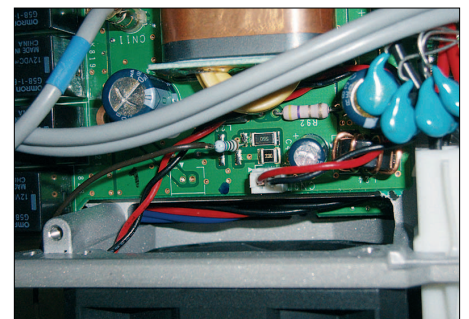

Bild 5: Lüftervorwiderstände mit stehend montiertem 75-Ω-Widerstand
Da dem Gerät kein Schaltplan beiliegt, beschreibe ich die Modifikation anhand Bild 5. Es zeigt die zwei SMD-Widerstände, die zur Drehzahlbegrenzung der zwei Lüfterstufen dienen und sich auf der Unterseite des Gerätes direkt hinter dem Lüfter befinden – mit der Zahl 560 bzw. 330 beschriftet. Glücklicherweise befinden sich direkt neben den Widerständen zwei freie Lötspots auf der Leiterplatte. An dem Lötspot des 56-Ω-Widerstands (560) wird